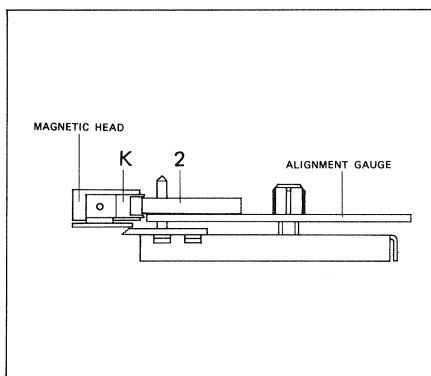

Fig. 3.19
- Die Höhe der Magnettonköpfe ist mit Schraube [J] so einzustellen, dass bei eingelegter Lehre Schieber [2], ohne seitlich zu streifen durch die Bandführung [K] (rechts des Wiedergabekopfes) geschoben werden kann (Fig. 3.19).
- With the gauge inserted, the azimuth of the soundheads is to be adjusted with screw [J] in such a manner that slide [2] can be pushed through the tape guide [K] (to the right of the reproduce head) without touching the sides (fig. 3.19).
- Ajustez la hauteur des têtes magnétiques de façon à ce que le curseur [2] du gabarit puisse passer à travers le guide de bande [K] (à droite de la tête de lecture) sans frotter sur le côté (fig. 3.19).